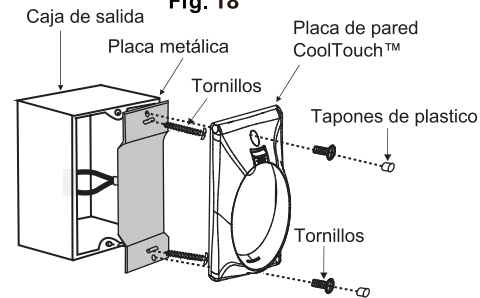

Fig. 19
Paso 2. Instale la placa metálica y la placa de pared CoolTouch™ en la caja de salida de pared existente con 4 tornillos previsto. Luego coloque los dos tapones de plástico en la placa de pared. (Fig. 19)